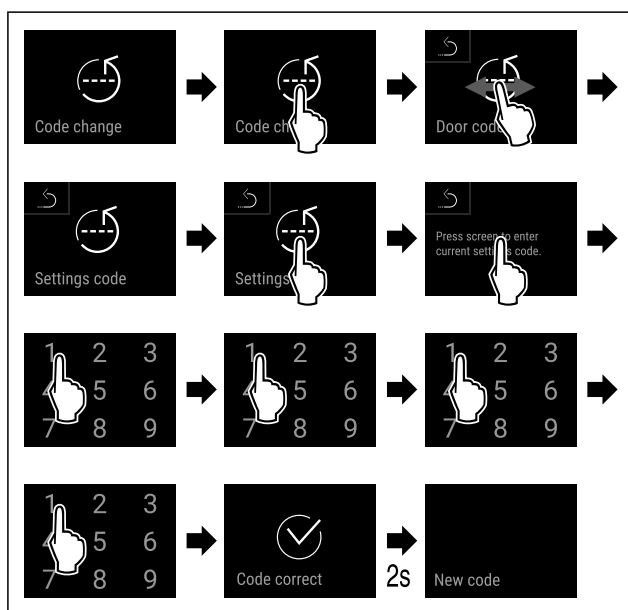

Fig. 94
- Handlungsschritte (siehe Fig. 94) durchführen.
- ▶ Handlungsschritte (siehe Fig. 94) durchführen.